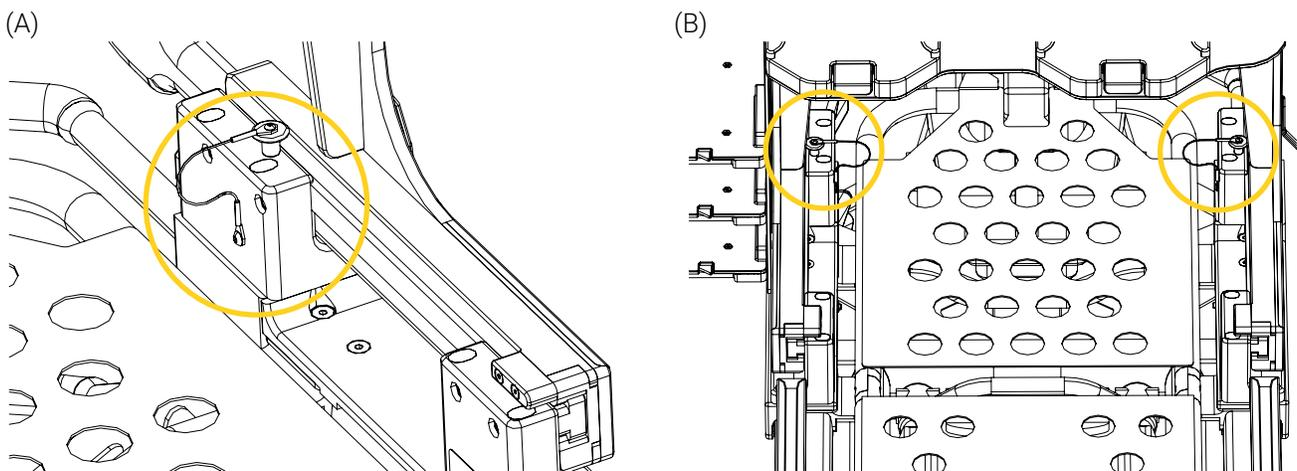

Figure 6: Goupilles de verrouillage
1. Vous assurer que les goupilles de verrouillage de la structure mobile sont bien insérées des deux côtés avant d'installer les appareils médicaux ou d'effectuer un transfert latéral (Figure 6).